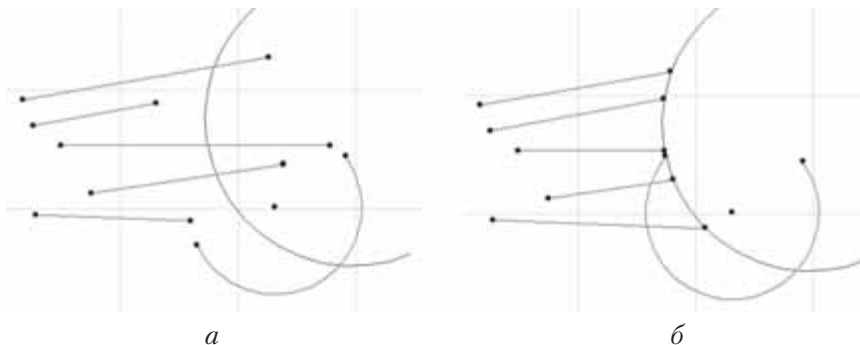

Рис. 4.19. Базирование объектов
1. Выделите базлируемые объекты (рис. 4.19, *а*).
- Щелкните кнопкой мыши на имеющемся контуре, по которому предполагается базирование, или нарисуйте его. Конечные точки выбранных объектов будут выровнены по базировочному контуру (рис. 4.19, б).